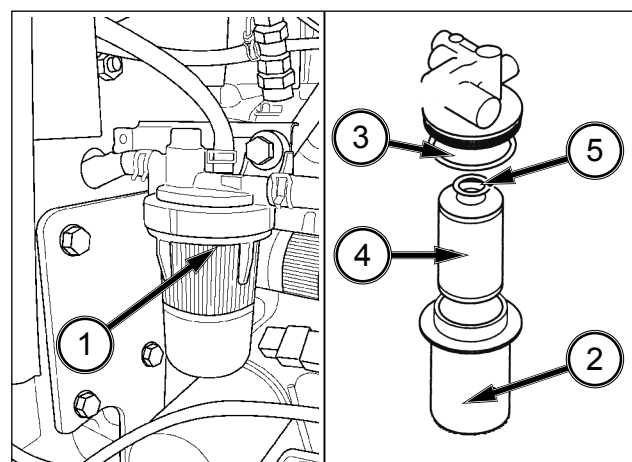

FIG. 107
FIG. 107 : Le filtre à carburant (1) est situé sur le côté droit du moteur et permet de bloquer les impuretés présentes dans le carburant avant qu'elles atteignent la pompe d'injection.